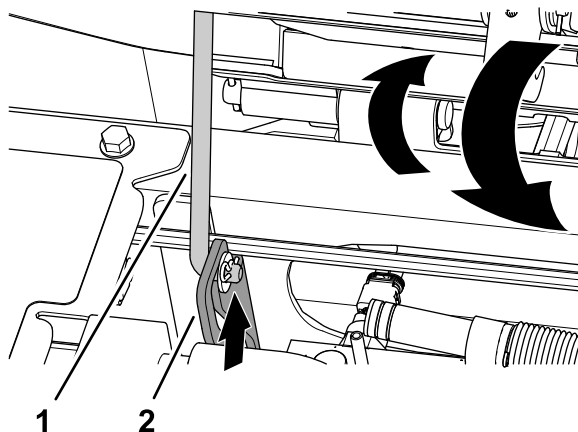

図 102
1. 座席を少し倒して、支え棒を固定穴から外す 図 102。